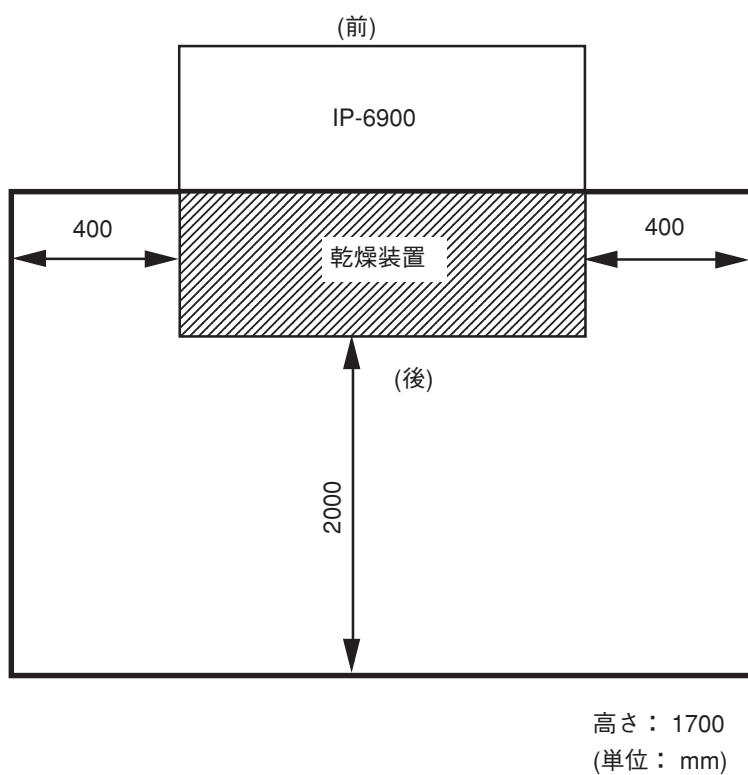
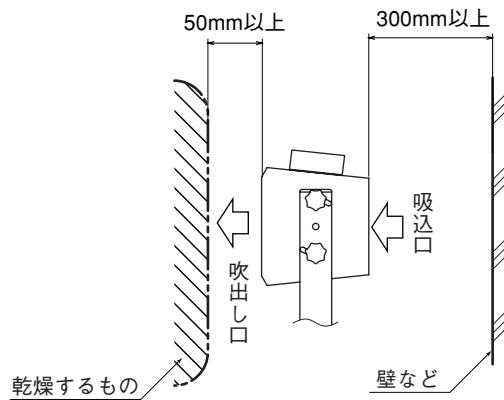

図 2-1 乾燥装置設置空間1
図 2-2 乾燥装置設置空間2
乾燥装置の設置空間に図 2-1 と図 2-2 に示します。
- ◆ 乾燥機の吸込口と吹出口は、図2-2に示すように遮へい物から離してください。